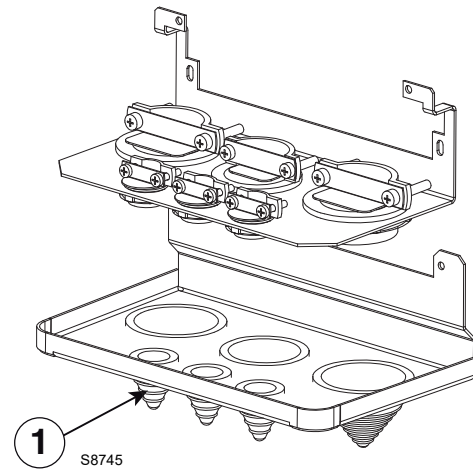

Abb. 8
- zum Durchziehen des geschirmten Motorkabels die im unteren Teil des Inverters angebrachten Gummistopfen 1)(Abb. 8) verwenden.